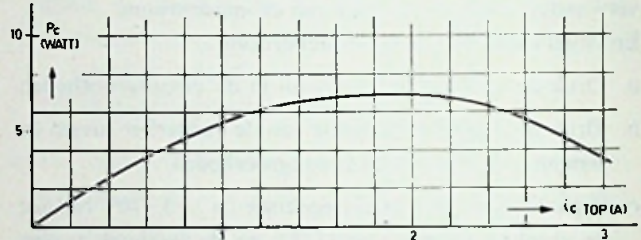

Fig. 15
- e. Het in de transistoren gedissipeerde vermogen is gelijk aan het verschil van het door de batterij geleverde vermogen P_b en het aan R geleverde vermogen P_R . Dit verschil, P_c , is in fig. 15 als functie van $i_{c \text{ top}}$ uitgezet.